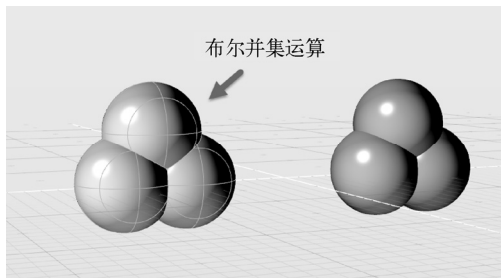

图 4-148 针对第1组对象使用布尔并集运算
2) 针对第1组球体将使用布尔并集运算。激活“布尔并集运算”工具，当控制台提示“拾取要连接的对象”时，依次选择第1组中的所有球体，如图4-148所示，获得一个组合后的对象。